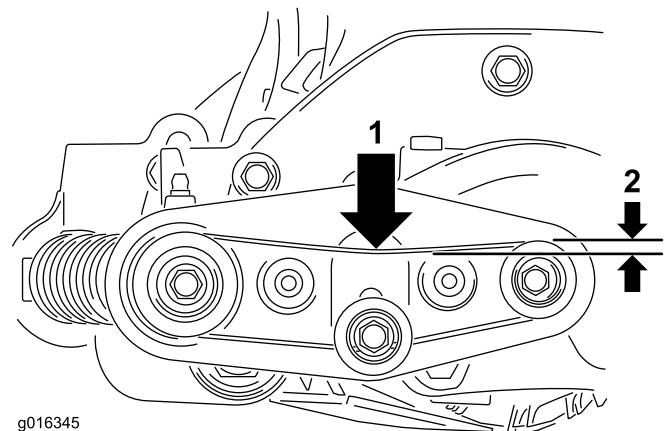

Figura 12
14. Compruebe la tensión de la correa de transmisión del cepillo. La correa debe desviarse unos 6 mm en el centro de la correa al aplicar una fuerza de 1 kg; ver Figura 12.